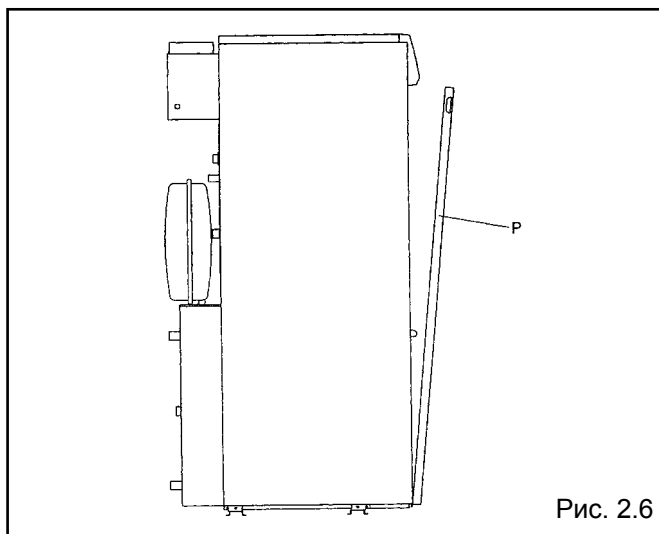

Рис. 2.6
- снимите переднюю облицовочную панель (Р) котла (рис. 2.6);